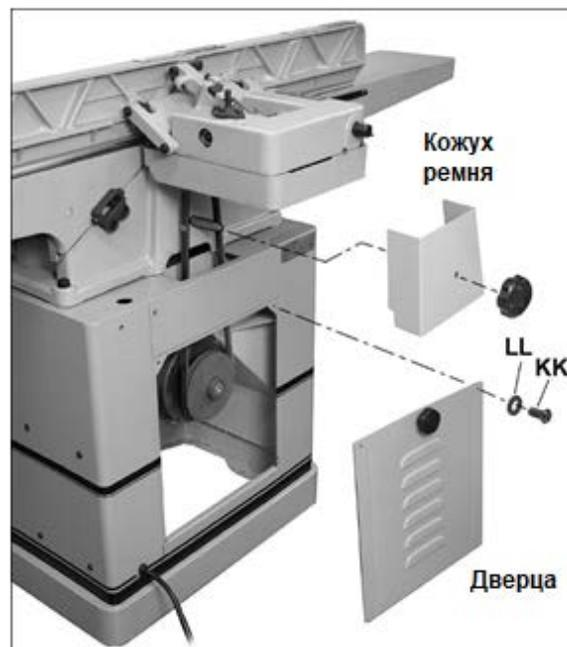

Рис. 9
1. Снимите кожух ремня (Рис. 9).
См. Рис. 9.